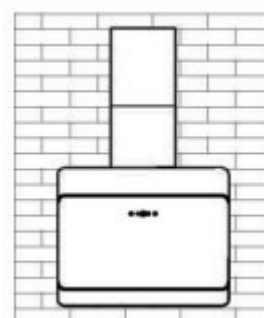

Рис. 5
7. Відрегулюйте висоту внутрішнього димоходу до бажаного положення, злегка розширте зовнішній димохід і прикрутіть його. Рис. 5.